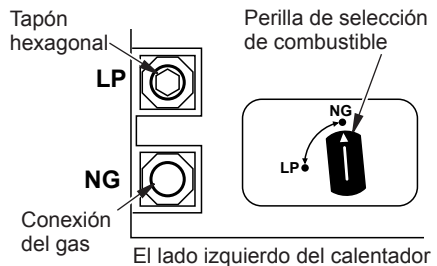

Figura 10 - Ajustes para Gas Natural
1. Retire los 2 tornillos de la placa de la cubierta situados en el lado izquierdo del calentador (consulte la Figura 10).
2. Para GAS NATURAL, presione la perilla con un destornillador plano con hoja de un cuarto de grosor y gire la perilla en dirección de las manecillas del reloj hasta que la perilla quede fijada en la posición NG (consulte la Figura 10). El dispositivo de selección de combustible debe estar fijo en la posición NG. No use el calentador con la perilla ubicada entre las dos posiciones.
4. Retire el tapón hexagonal (con la llave provista) de la entrada de gas natural del regulador (consulte la Figura 10). Coloque el tapón hexagonal en la entrada LP del regulador. Instale la tubería de gas en la entrada del regulador de gas natural. Utilice sellador de roscado para evitar fugas.